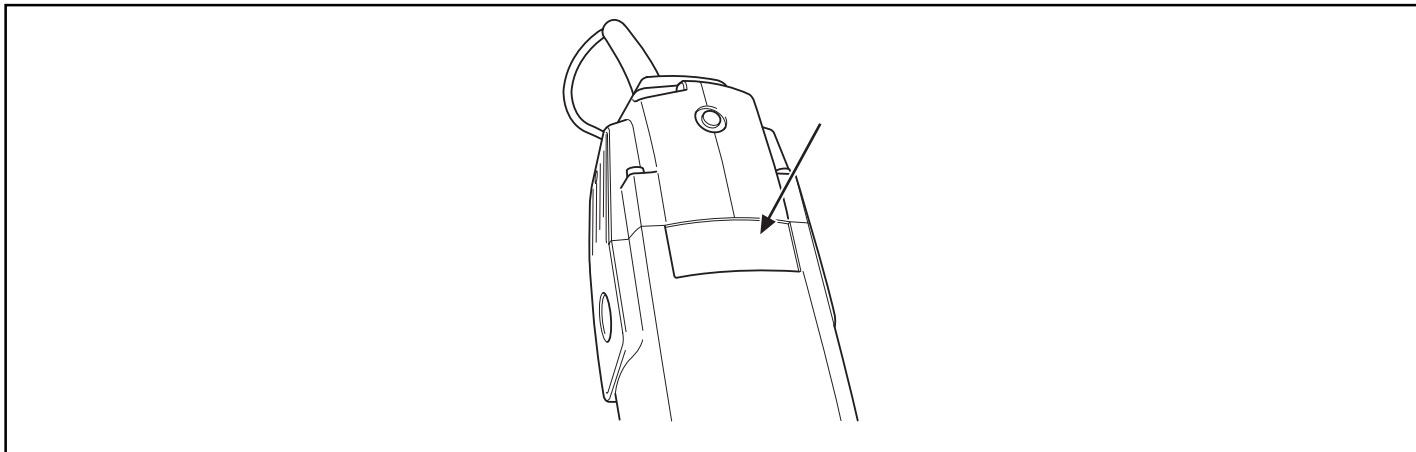

Fig. 4
- (GB)**
- The connection is made using a protected, earthed outlet with an output voltage that agrees with the voltage that is stated on the plate on the underside of the drill (Fig. 4).
- (D)**
- dass das Gerät einen geerdeten Stromanschluss hat, bei dem die Netzspannung mit der Spannung übereinstimmt, die auf dem Schild auf der Unterseite des Geräts steht (Abb. 4).
- (F)**
- La machine est branchée à une prise de terre de protection dont la tension de réseau est conforme à celle indiquée sur la plaque signalétique située sur la partie inférieure de la machine (fig. 4).